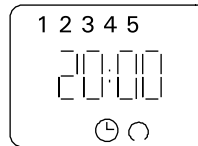

Рисунок 21.
- вернитесь в режим реального времени кнопкой таймера (Рис. 21)